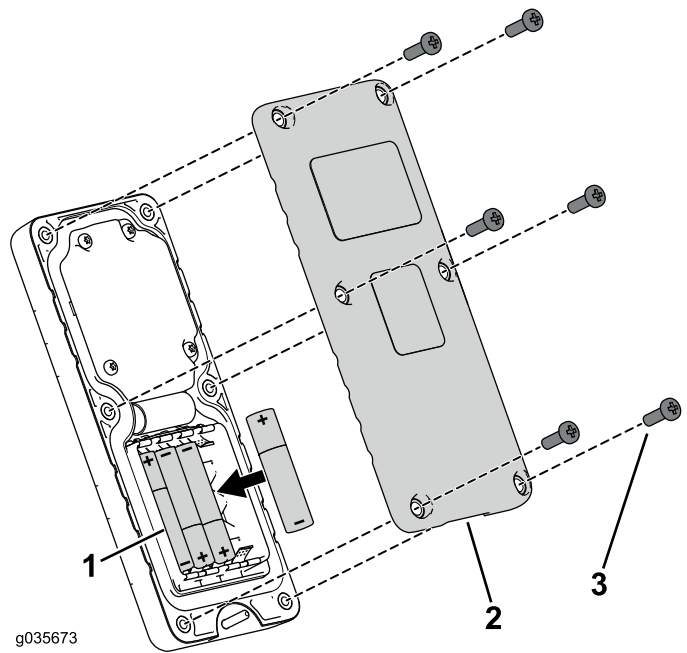

図 27
2. 電池を入れる 電池の向きに注意すること 図 27。
3. カバーを元通りに取り付け、先に取り外したねじ6本を使って固定し 図 27、各ねじを 1.5~1.7N・m 0.15~0.17 kg・m = 13~15 in-lb にトルク締めする。